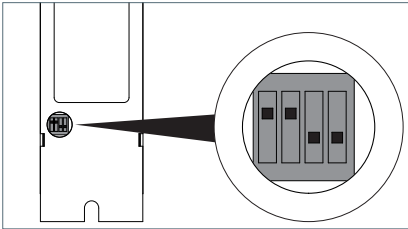

Fig. 31: DIP-Schalterstellung für Funktion Advanced Group Control.
- ▶ Stellen Sie die DIP-Schalter Nr. 1 und Nr. 2 auf Position „ON“; siehe Fig. 31.